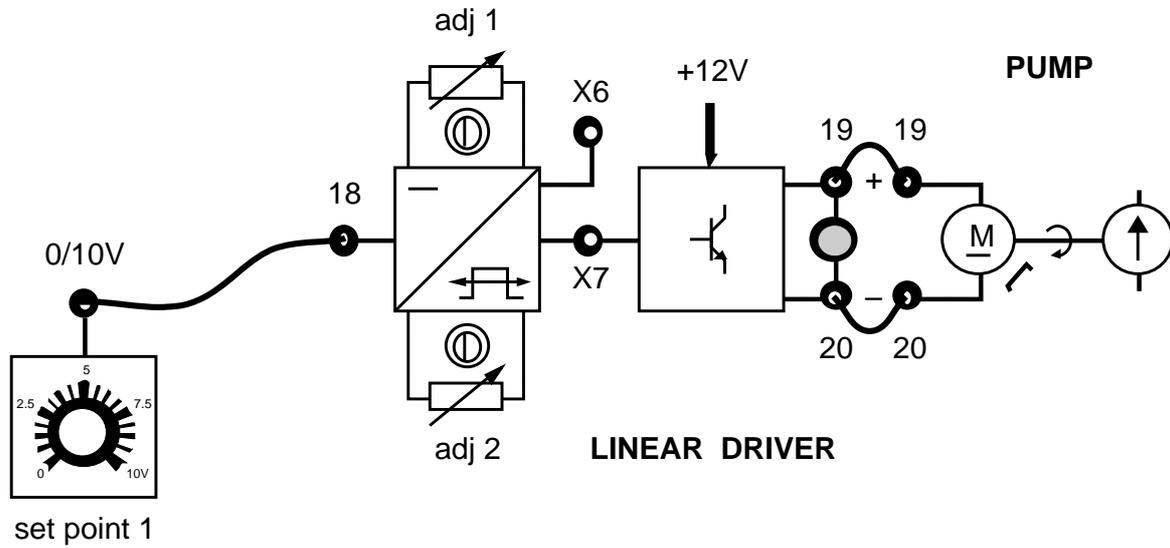

Fig. 25.1
Asegurado del conocimiento de los prerrequisitos, entrega a los alumnos la Ficha 25.1 que representa el cableado del sensor de PRESION con la respectiva interface Fig 25.1 y 25.2) y prepara el panel de simulación del proceso de la siguiente manera:
- 1) Conectar, mediante cables, el casquillo 18 del LINEAR DRIVER al casquillo del SET POINT 1, el casquillo 19 al casquillo 19 y el casquillo 20 al 20 (ficha 25.1 fig 25.1).
- 2) Conectar los casquillos 9, 10, 11 y 12 del sensor de presión PRESSURE a los casquillos 9, 10, 11, y 12 de la respectiva interface (ficha 25.1 fig 25.1).
- 4) Apretar el interruptor general (ON).